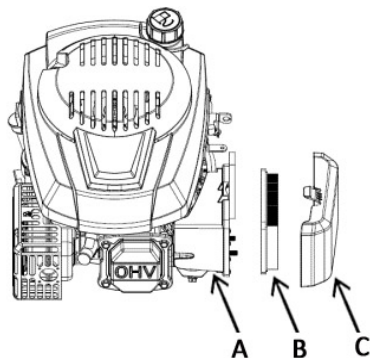

Fig. 10
9.7.1 INSPECTIA FILTRULUI DE AER (vezi Fig. 10)